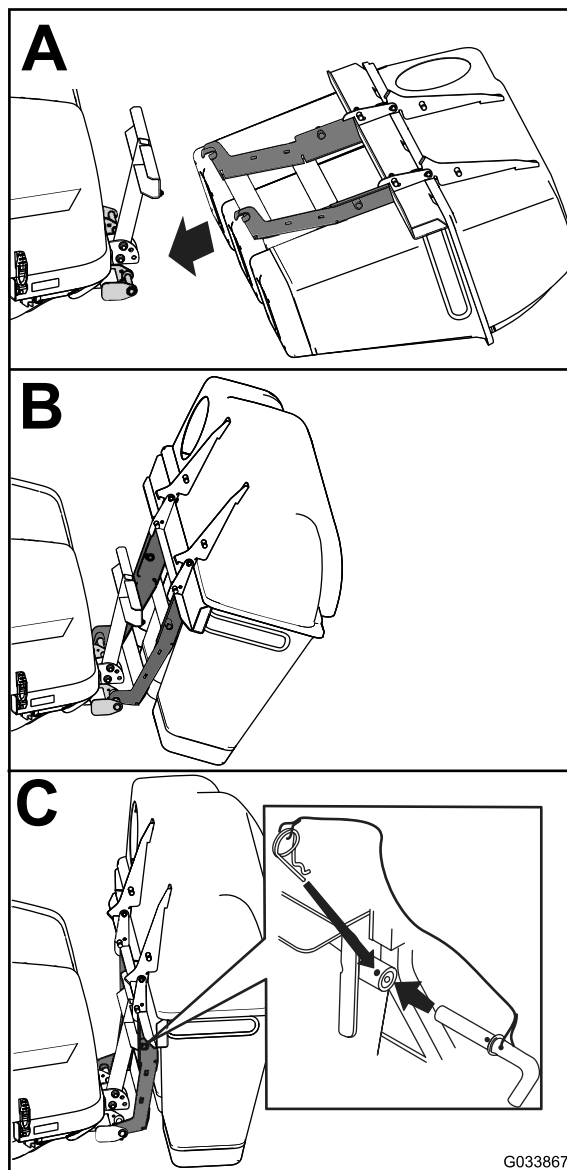

図 4
- 下側取り付けブラケットにフックをかける 図4のA。
- フードアセンブリを立てて下側バガー取り付けブラケットに向ける 図4のB。
- バガーの穴を、上側取り付けブラケットに合わせて取り付ける 図4のC。
- ピンを取り付け、ヘアピンコッターで左右から固定する 図4のC。